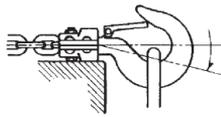

Рисунок 4.3.
- Никогда не нагружайте крюк вне центральной линии (Рисунок 4.3).